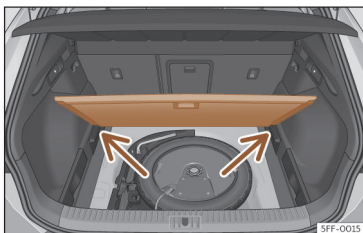

Fig. 187 Piso variável da bagageira: posição inclinada.
- Apoie o piso sobre os alojamentos previstos para o efeito >>> **Fig. 187** (setas).